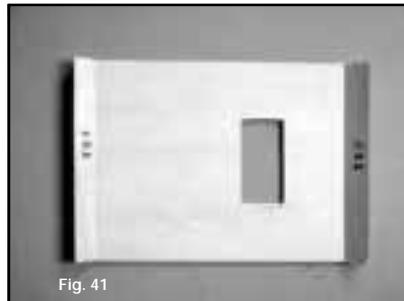

Fig. 41
Glue the supports (F51) to the servoholder (F52) (Fig. 41).
*Verlijm de steunen (F51) op de servohouder (F52) (Fig. 41).*
Collez les renforts (F51) sur le support servo (F52) (Fig. 41).